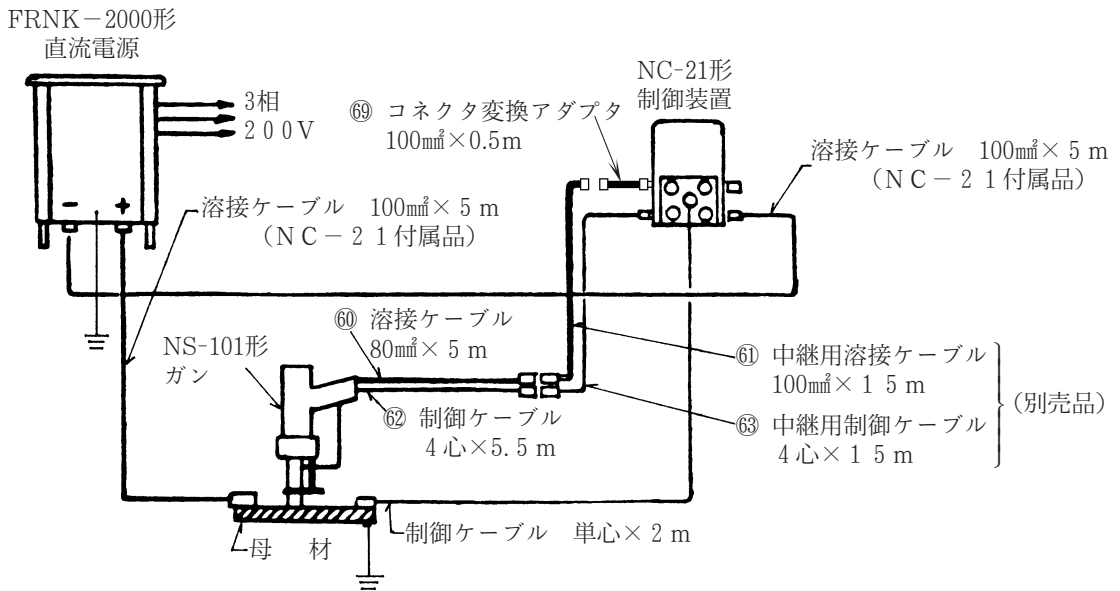
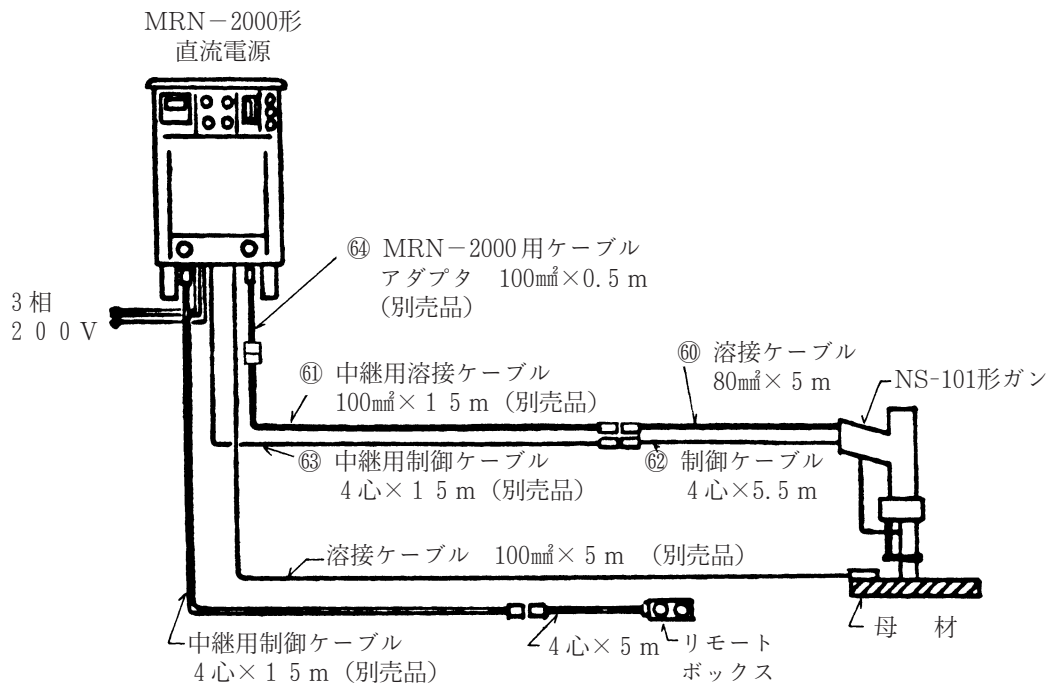

図1 外部接続図 (FRNK-2000とNC-21使用)
図2 外部接続図 (MRN-2000使用)
3.1 スタッドガンの溶接ケーブルを図1または図2に示すように、制御装置、あるいは中継用溶接ケーブルの所定の位置にさし込み、半回転させ確実に接続します。つぎに制御ケーブルを所定の位置にさし込み、ロックナットを確実に締め付けます。